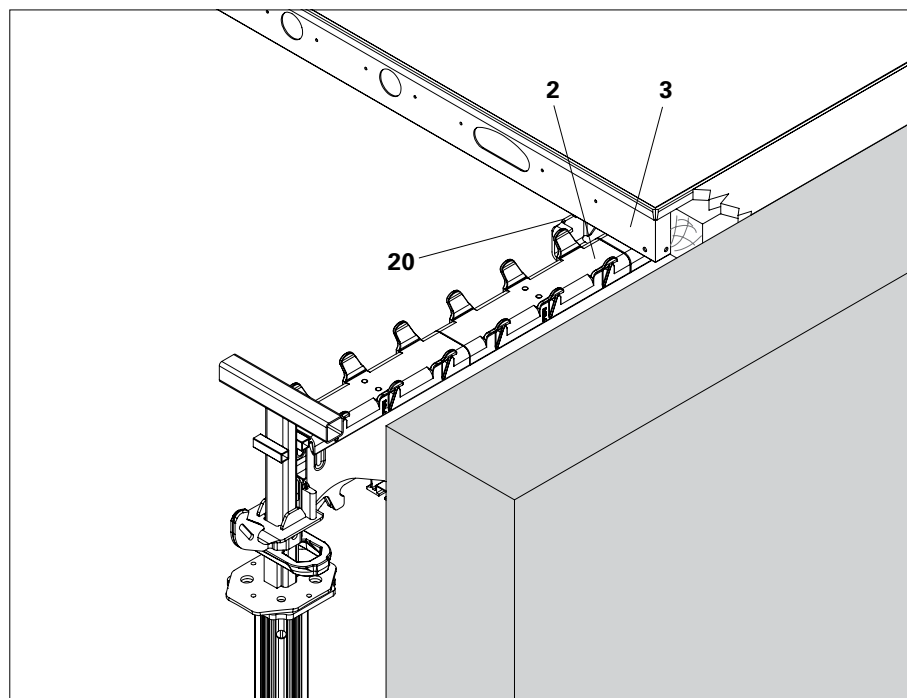

Fig. A5.35
2. Preguar a compensação em madeira SPH (12) ou madeira (13) até um máximo de 6 cm no painel. (Fig. A5.35)